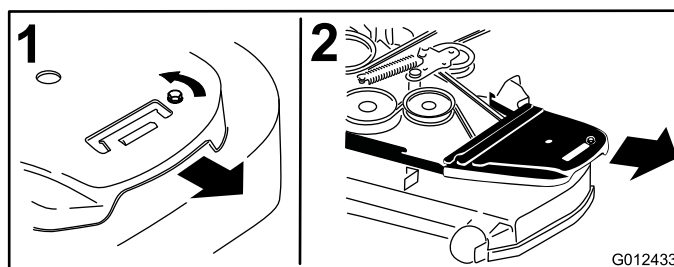

Figura 72
4. Rimuovete il paracinghia e i relativi bulloni (Figura 72).